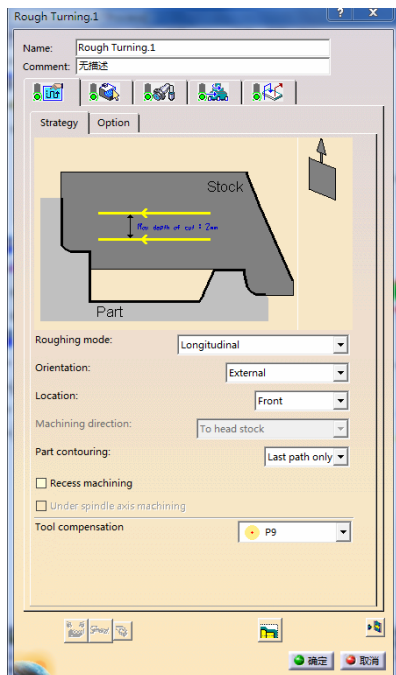

图 6-19 “Machining” 选项卡 (1)
- 单击“Machining”选项卡(1),在“Roughing mode”下拉列表中选择“Longitudinal”,在“Orientation”下拉列表中选择“External”,在“Location”下拉列表中选择“Front”,在“Part contouring”下拉列表中选择“Last path only”,如图 6-19 所示。